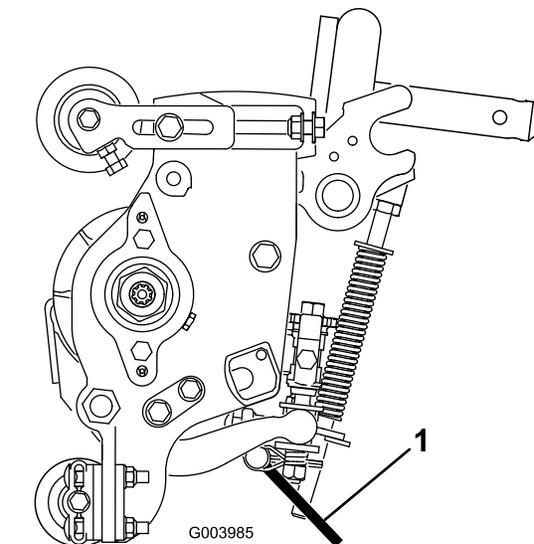

Рисунок 31
- регулирующих винтов планки неподвижного ножа, не упирались в рабочую поверхность (Рисунок 31).